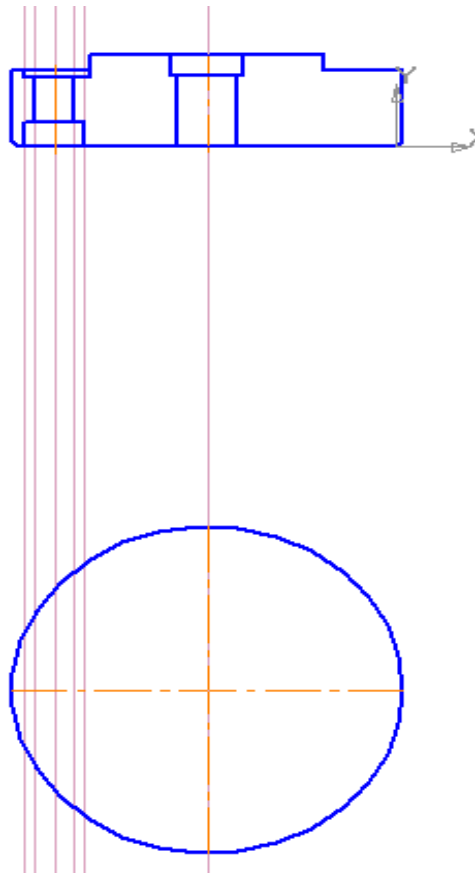

Рис. 15
- а. По вспомогательной оси координат $У$, которую начертили в пункте 1, создайте окружность с **диаметром 64**: кнопка **Окружность**  на панели **Геометрия** (рис. 15). Так же нажмите на кнопку **С осями**  на **Панели свойств**.